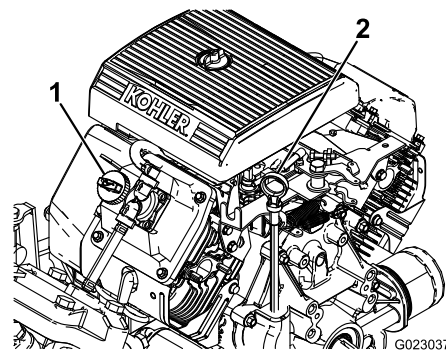

Figura 42
2. Retire la varilla y límpiela con un paño limpio (Figura 42). Introduzca la varilla en el tubo asegurándose de que entre a fondo. Retire la varilla y compruebe el nivel de aceite.
3. Si el nivel de aceite es bajo, retire el tapón de llenado de la cubierta de la válvula (Figura 42) y vierta aceite por el orificio hasta que el nivel de aceite llegue a la marca Lleno de la varilla. Añada el aceite lentamente y compruebe el nivel a menudo durante este proceso. No llene demasiado.
8. Agregue lentamente un 80% de la cantidad especificada de aceite por el tubo de llenado (Figura 42).